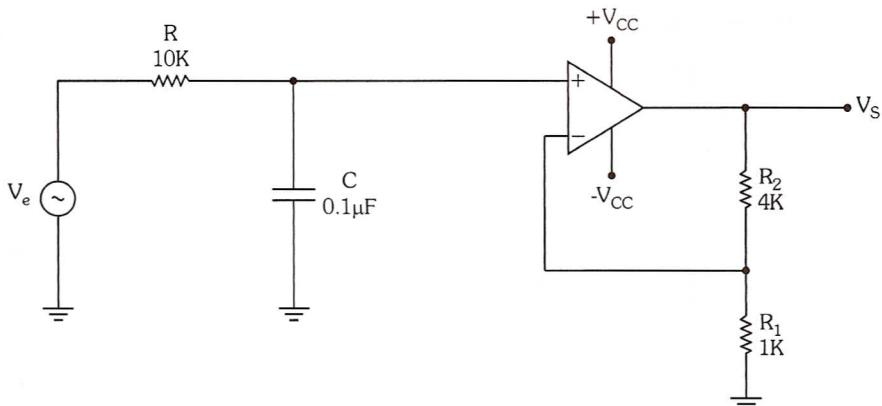
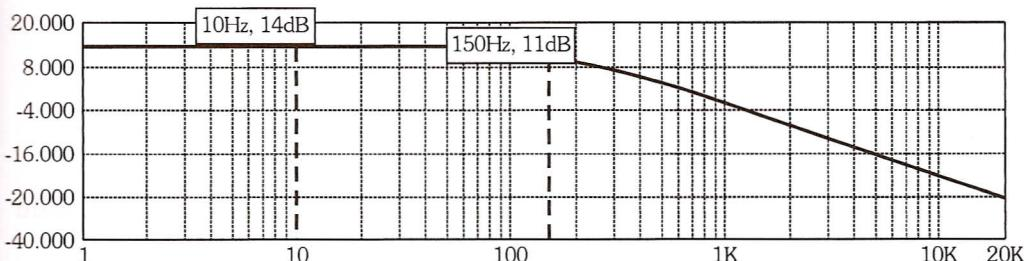
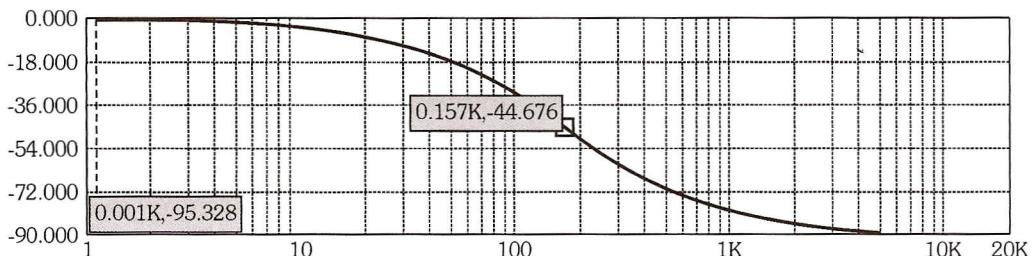

Figura 1.49: Filtro passa-baixas de primeira ordem (um polo).
Figura 1.50: Filtro passa-baixas de primeira ordem - curva de resposta em frequência do ganho.
Figura 1.51: Filtro passa-baixas de primeira ordem - curva de resposta em frequência da fase do ganho.
A seguir a Figura 1.49 mostra um filtro ativo passa-baixas de um polo. Para esse circuito a expressão do ganho (V_S/V_e) é dada por:
A Figura 1.50 mostra a curva de resposta em frequência do ganho, exibindo duas medidas feitas através de cursores. Lembrando que na frequência de corte o valor do ganho é 3dB menor do que no patamar (definição), logo para o circuito da Figura 1.49 no patamar o ganho vale 14dB, portanto na frequência de corte o ganho deve valer 11dB. Acima dessa frequência o ganho diminui à taxa de 20dB por década.
A Figura 1.51 mostra o gráfico relacionando a fase do ganho com a frequência do circuito da Figura 1.49.
1. Considere que na Figura 1.49 os valores dos componentes são $R_1 = 1K$, $R_2 = 4K$, $C = 0,1\mu F$ e $R = 10K$.
É obtido invertendo as posições de R e C no FPB, Figura 1.49. A expressão da saída em função da frequência é dada por: